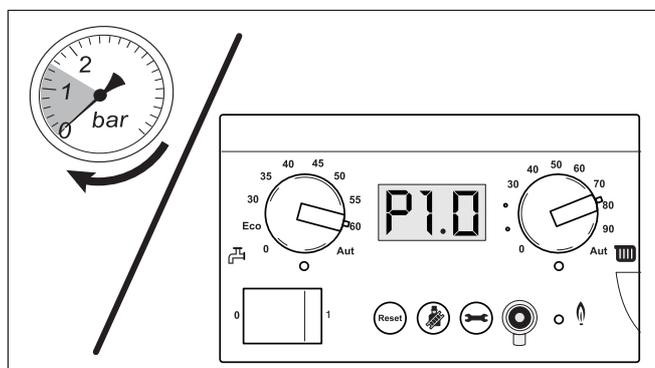

Fig. 52 Leggere l'indicazione della pressione
- Leggere la pressione sul manometro analogico sul gruppo di collegamento o sul pannello di comando del BC10 (fig. 52).